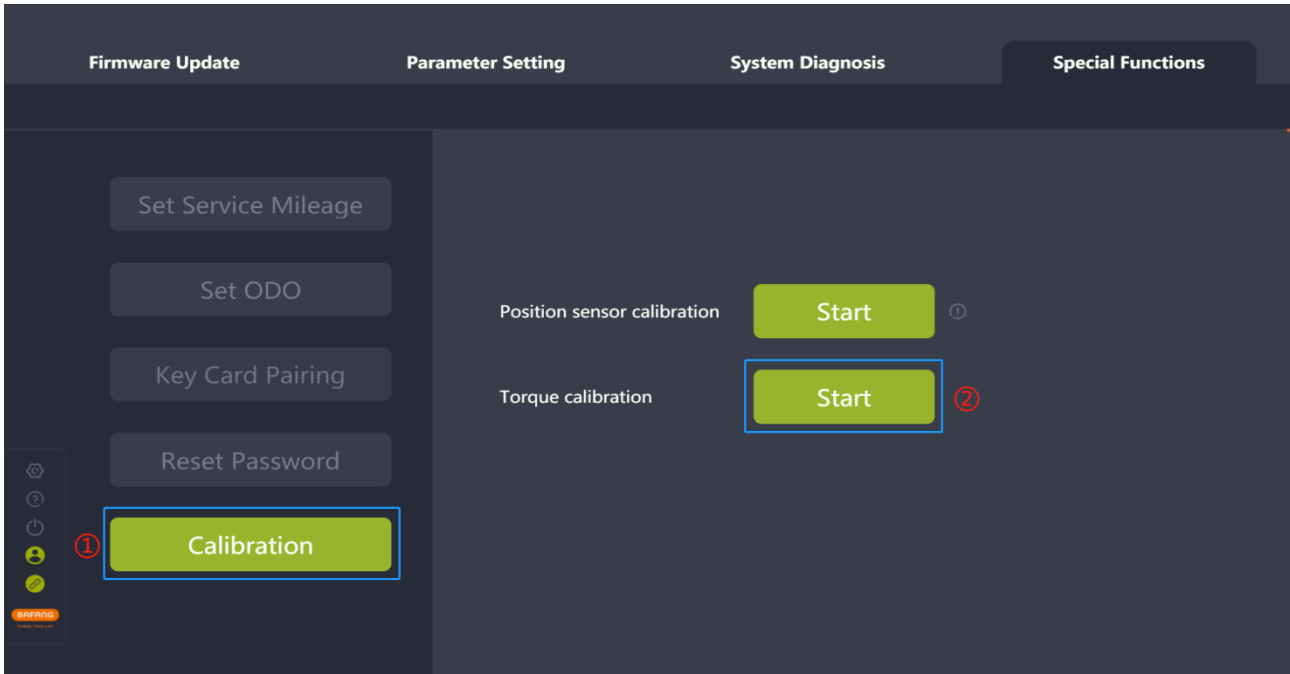

图 7-8 力矩传感器标定
- (1) 将 BESST 工具箱连接仪表，选中“标定”；
- (2) 点击“力矩传感器标定”标签旁的“开始”按钮，进行力矩零点标定（如图 7-8）。